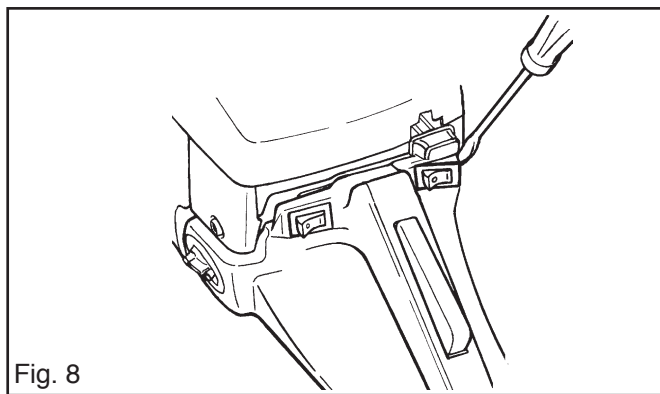

Fig. 8
2. Retirer l'interrupteur avec un tournevis. Voir fig. 8.
1. Retirer l'interrupteur et les câbles. Voir fig. 8.